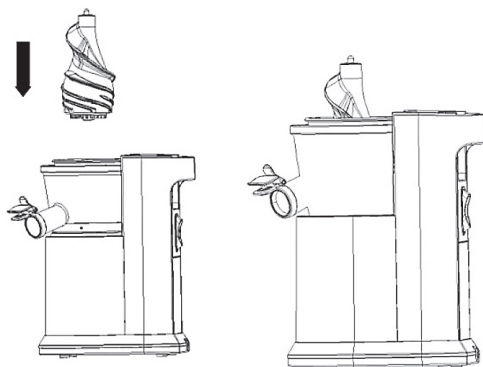

Rys. 2
2. Umieścić sitko i koszyk obrotowy w misie. (Rysunek 2)